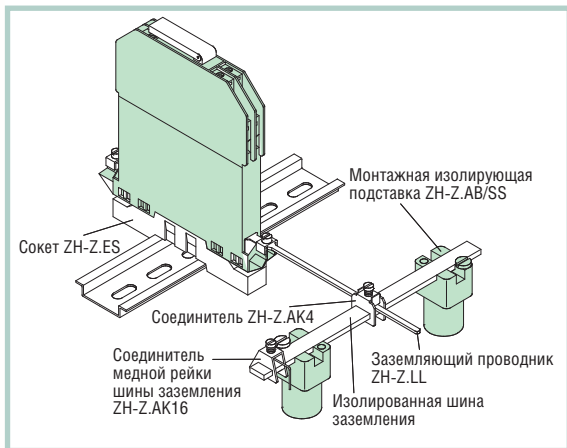

Рис. 12. Изолированный монтаж (индивидуальное заземление, барьер изолирован от DIN-рейки)
3. Индивидуальное заземление через изолированную шину с помощью заземляющего проводника (рис. 12).